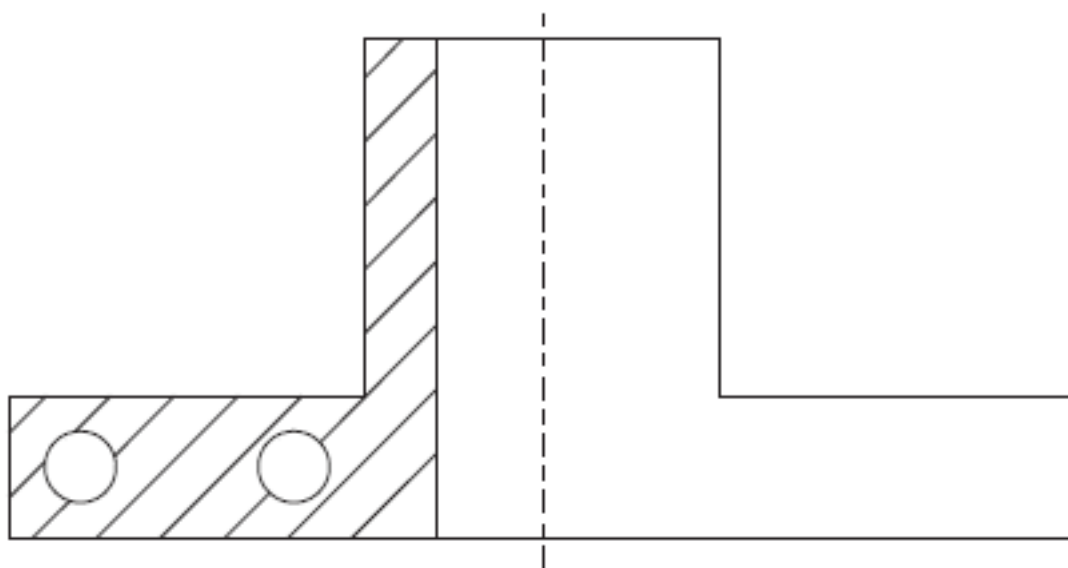

Рис. 7.9. Результат нанесения штриховки
8. Примените штриховку, щелкнув на кнопке **OK** (рис. 7.9).